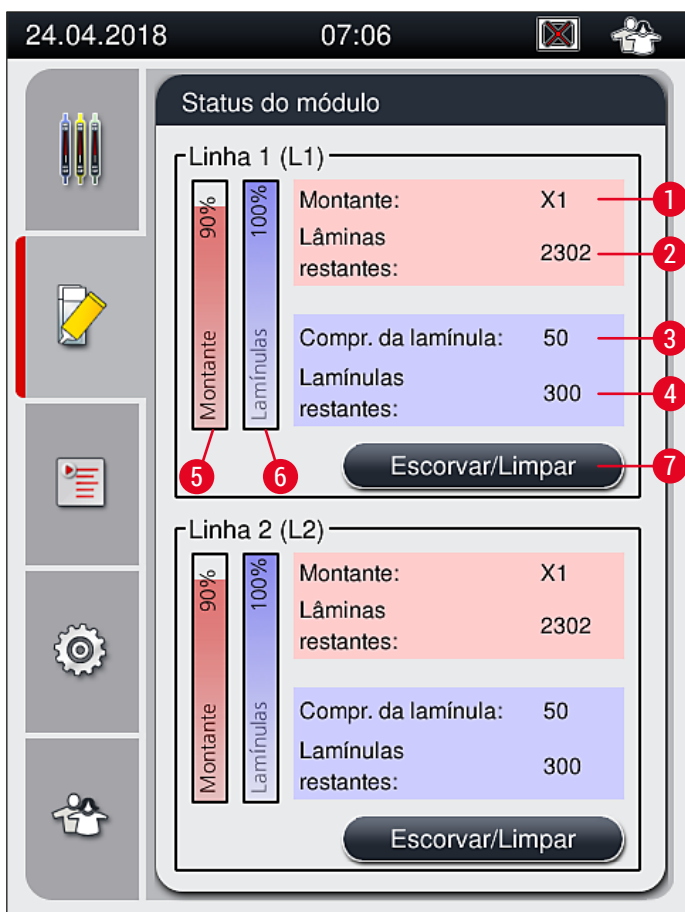

Fig. 49
- O menu **Status do módulo** (→ Fig. 49) oferece ao usuário no HistoCore SPECTRA CV uma visão geral dos descartáveis usados (montante (→ Fig. 49-1) e as lamínulas (→ Fig. 49-3)) e seus níveis de abastecimento atuais (→ Fig. 49-5) (→ Fig. 49-6) além das quantidades restantes (→ Fig. 49-2) (→ Fig. 49-4) para as linhas da lamínula.